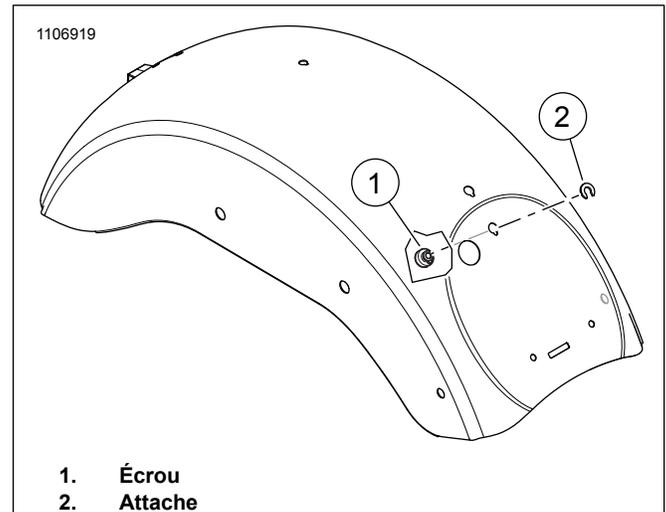

Figure 1. Écrou de selle du garde-boue (classique)
3. Voir Figure 1. Déposer l'attache de selle (2) et l'écrou de retenue (1).